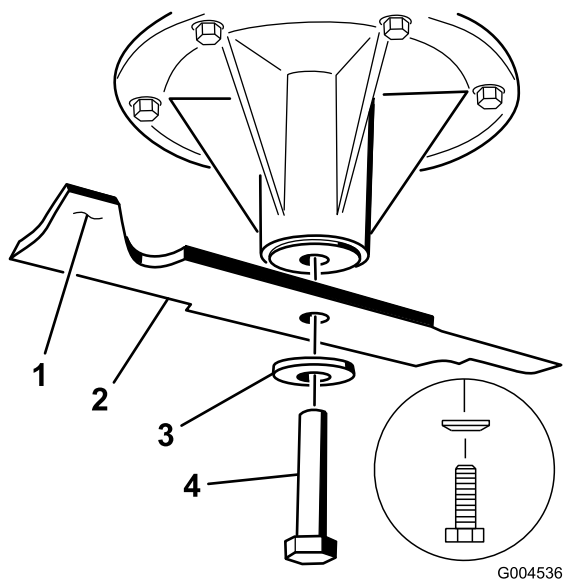

Figura 78
2. Retire el perno de la cuchilla, la arandela curva y la cuchilla del eje (Figura 78).
3. Si la cuchilla no está equilibrada, rebaje algo el metal en la parte de la vela solamente (Figura 78).